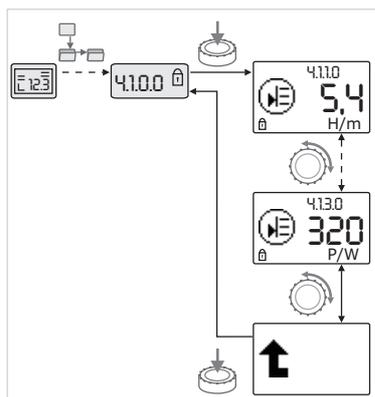

Fig. 43: Informatie oproepen
- De menu-elementen van het type "Informatie" van het actuele submenu aansturen door de bedieningsknop te draaien (zie Fig. 43). Voor toelichting bij de symbolen van de instellingen zie tabel in hoofdstuk 8.7 "Referentie menu-elementen" op pagina 226.